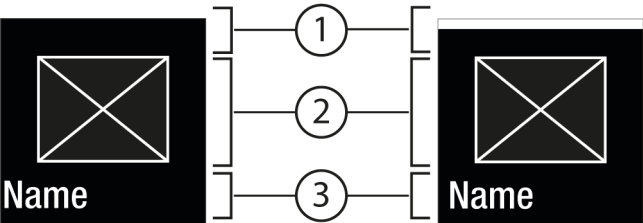
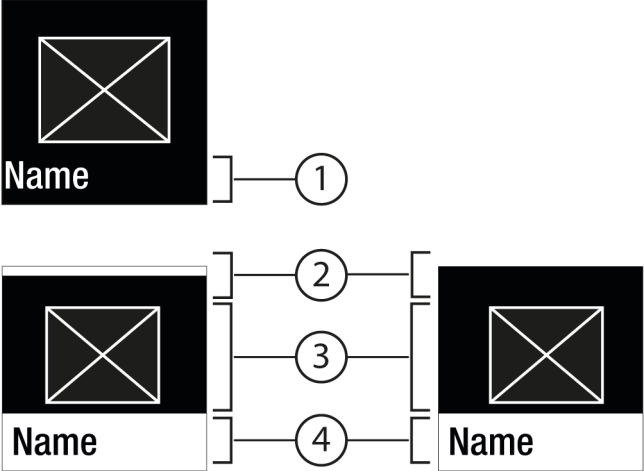

Fig. 6
Fig. 7
- 操作确认 Fig. 5 (2)，可调出子菜单 Fig. 7 (4)。
- 设置新值：操作确认 Fig. 5 (2)，选择一个禁用值 Fig. 6 (1)。
- 返回到菜单：操作确认 Fig. 5 (2)，选择已经存在的激活值 Fig. 6 (2)。
- ▷ 状态：在 Fig. 6 (1)子菜单 Fig. 7 (4)中短暂显示已激活。